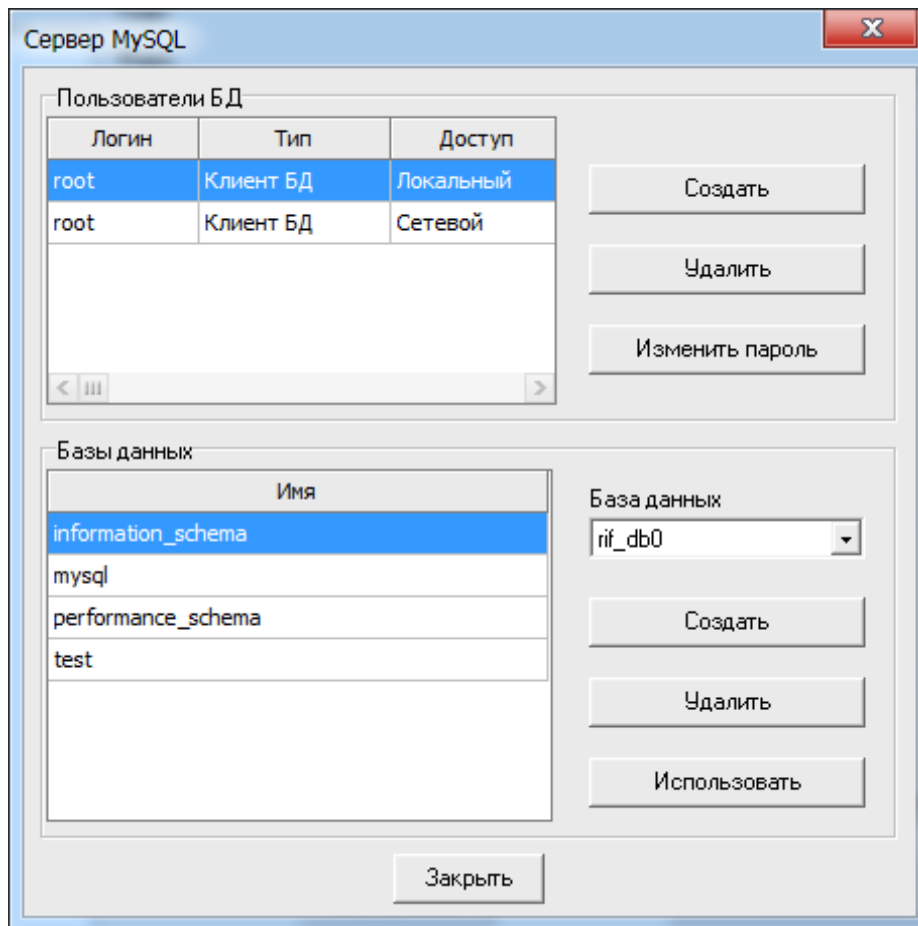

Рисунок 51.
- В окне «Сервер MySQL» (см. рисунок 51) в списке «База данных» выбрать значение «rif\_db0» (для комплексов «РИФ+» или «ssoi\_db0» (для комплекса «ССОИ-М»). Нажать кнопку «Создать»;